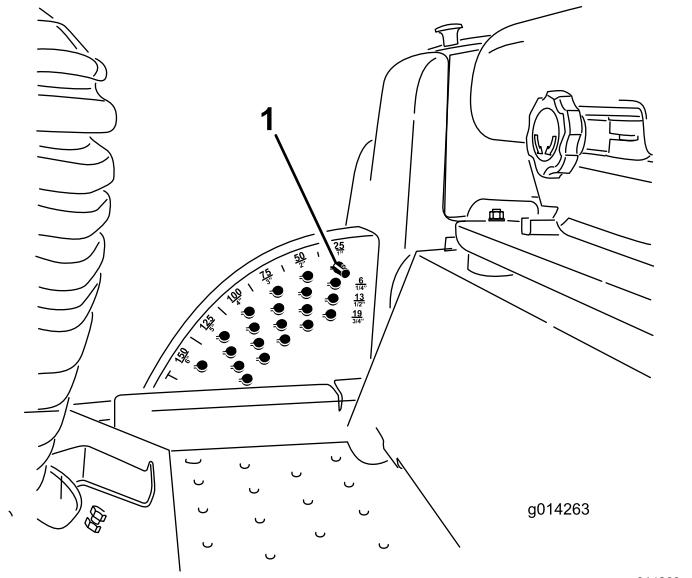

Figura 24
Nota: Para bloquear a plataforma/acessório do cortador numa posição elevada, levante a plataforma passando a posição de 15 cm, retire o pino de bloqueio da altura de corte e coloque o pino na posição da altura de corte de 15 cm (Figura 24).
1. Com o motor a trabalhar empurre para trás o interruptor de elevação da plataforma até que a plataforma de corte esteja completamente levantada e **solte imediatamente o interruptor** (Figura 24).
2. Rode o pino de bloqueio até que o pino do mesmo fique alinhado com as ranhuras nos orifícios no suporte da altura de corte e remova-o (Figura 24).
3. Selecione um orifício, no suporte da altura de corte, que corresponda a altura de corte desejada, insira o pino e rode-o para o bloquear no lugar (Figura 24).
Nota: Existem quatro filas de posições de orifícios (Figura 24). A fila de cima dá-lhe a altura de corte indicada por cima do pino. A segunda fila dá-lhe a altura de corte indicada mais 6 mm. A terceira fila dá-lhe a altura de corte indicada mais 13 mm. A fila de baixo dá-lhe a altura de corte indicada mais 19 mm. Para a posição de 15,8 cm só existe um orifício, colocado na segunda fila. Isto não acrescenta 6 mm à posição de 15,8 cm.